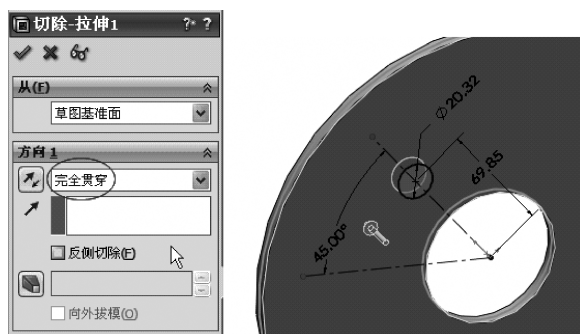

图 12-21 切除-拉伸特征
4) 单击【特征】工具栏中的 (切除-拉伸) 按钮,在【属性管理器】中弹出【切除-拉伸】属性设置。在【方向 1】选项组中,设置【终止条件】为【完全贯穿】,单击 (确定) 按钮,生成切除-拉伸特征,如图 12-21 所示。